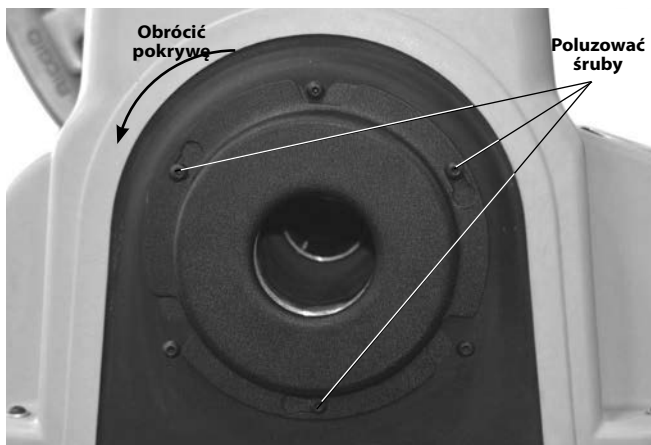

Rysunek 24 – Przełącznik wyboru obiegu oleju W LEWO lub W PRAWO
2. **W maszynach mod. 535 z uchwytem automatycznym:** zamontować zespół automatycznego zaworu zmiany kierunku przepływu mod. 535 (nr kat. 12138) zgodnie z dołączonymi do zestawu instrukcjami, aby umożliwić przepływ oleju do gwintowania na biegu wstecznym REV. W skład zestawu wychodzi selektor przepływu oleju (do gwintowania lewozwojnego i prawozwojnego). *Zob. Rysunek 24.*